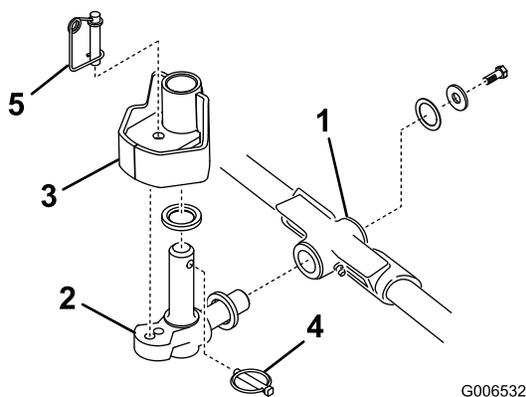

Figura 18
1. Montate una rondella di spinta sull'albero orizzontale dello snodo di articolazione, come riportato in Figura 18.
2. Inserite l'albero orizzontale dello snodo di articolazione nel tubo di montaggio del telaio portante (Figura 18).
3. Fissate lo snodo di articolazione al telaio portante con una rondella di spinta, una rondella piana e una vite a testa cilindrica con testa flangiata (Figura 18).
4. Inserite una rondella di spinta sull'albero verticale dello snodo di articolazione (Figura 18).
5. Inserite l'albero verticale dello snodo di articolazione nel mozzo orientabile del braccio di sollevamento, se era stato tolto in precedenza (Figura 18). Inserite lo snodo di articolazione tra i due paraurti di centraggio in gomma, sotto la piastra di sterzo del braccio di sollevamento, finché non è in posizione.
6. Inserite l'acciarino nel foro a croce previsto sull'albero dello snodo di articolazione (Figura 18).
Nota: Se l'elemento di taglio deve essere fisso, inserite il perno di bloccaggio dello sterzo nel foro di montaggio dello snodo di articolazione (Figura 18).
11. Agganciate del filo per molle attorno alla base del perno di bloccaggio dello sterzo (Figura 18).